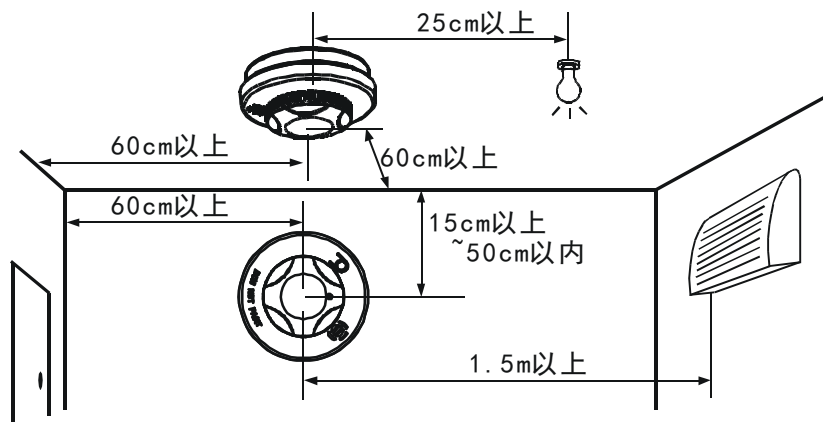

图 5
4. 报警器必须离遮挡物0.5m以上，离送风口1.5m以上安装（如图5所示），否则会影响火灾报警效果。